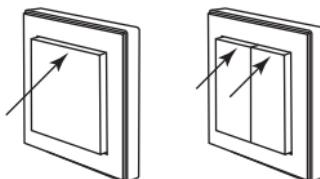

Рисунок 3. Подключение радиовыключателей PB1, PB2 к приемникам Р1, Р2К, Р3К
(верхняя часть клавиши радиовыключателя) (рисунок 3).
- Для подключения PB2 необходимо нажать на кнопку «включение» того канала, к которому необходимо подключить приемник (рисунок 3).